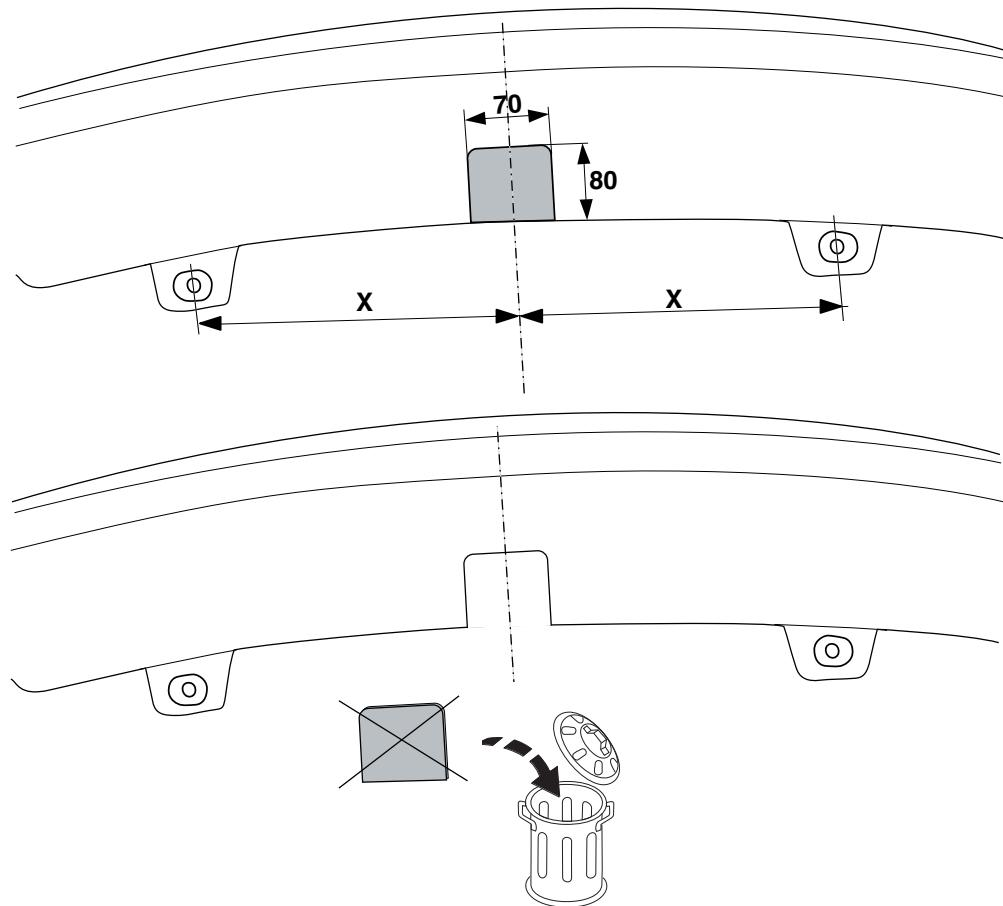

Fig.1
2. Снять бампер вместе со стальным буферным бруском автомобиля буферный брус больше не понадобится. См. рисунок 1.